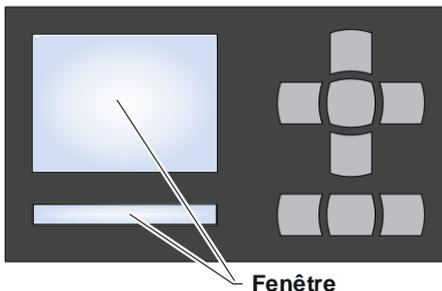

Fig. 1: Clavier pour USR
- Le protecteur de la fenêtre (→ Fig. 1) avec le nouveau clavier (A 3), retirez soigneusement.